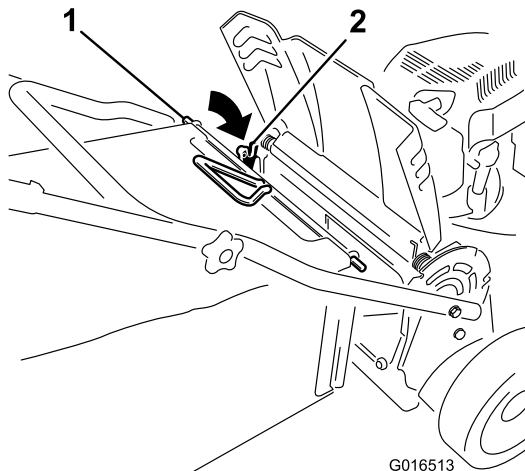

Figura 27
3. Instale a barra do saco nas ranhuras na base da pega e abane o saco para a frente e para trás para assegurar que a barra está encaixada na parte inferior de ambas as ranhuras; consulte a Figura 27.